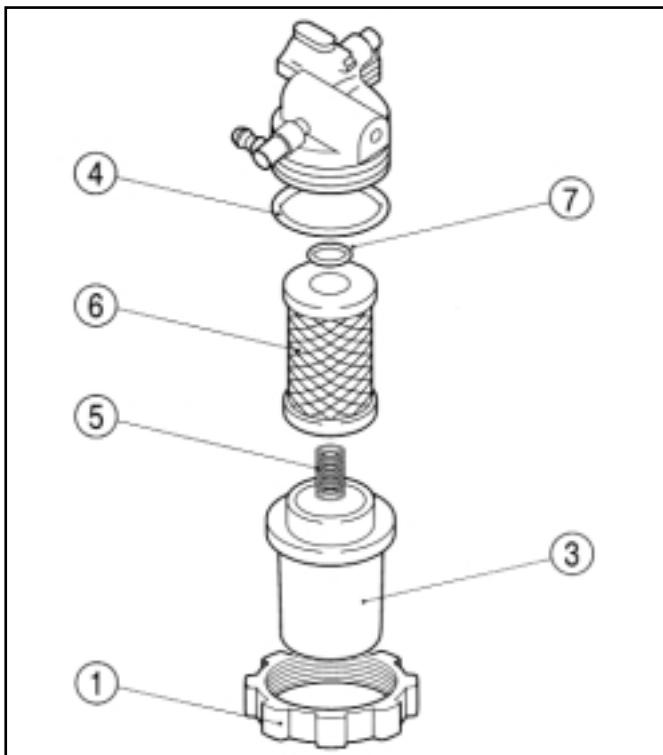

FIG. 113 / ABB. 113 / FIG. 113
Desserrez doucement la grande rondelle (1) dans la Fig. 113 et enlevez le bocal (3) et le joint torique (4). Maintenant vous pouvez nettoyer le bocal.
Den Verschluß (1) in Abb. 113 vorsichtig abschrauben, den Abscheider (3) und den O-Ring (4) abnehmen. Der Abscheider kann nun entleert und gereinigt werden.